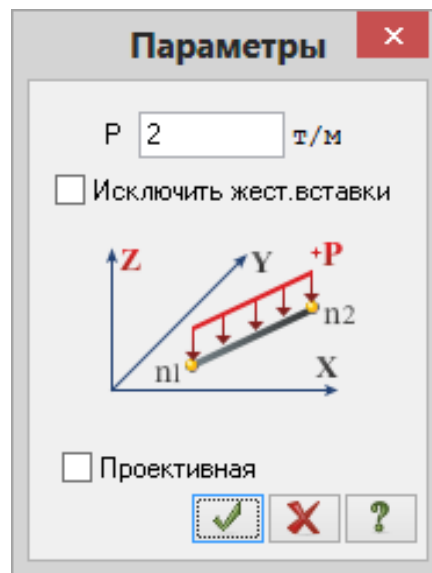

Рис.1.14. Диалоговое окно **Параметры**
- В этом окне задайте интенсивность нагрузки $p = 2$ т/м (рис.1.14).